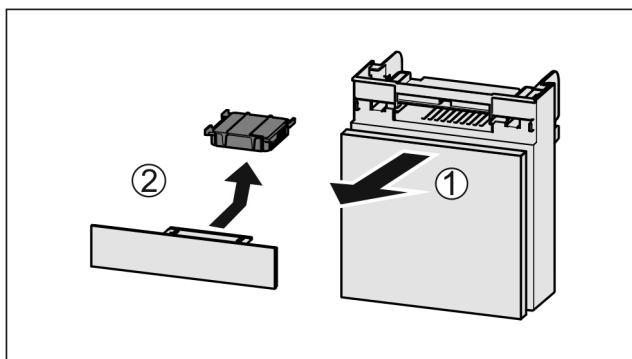

Fig. 107
- ▶ Потягніть Fig. 107 (1) відділення вперед.
- ▶ Витягнути Fig. 107 (2) фільтр з активованого вугілля.